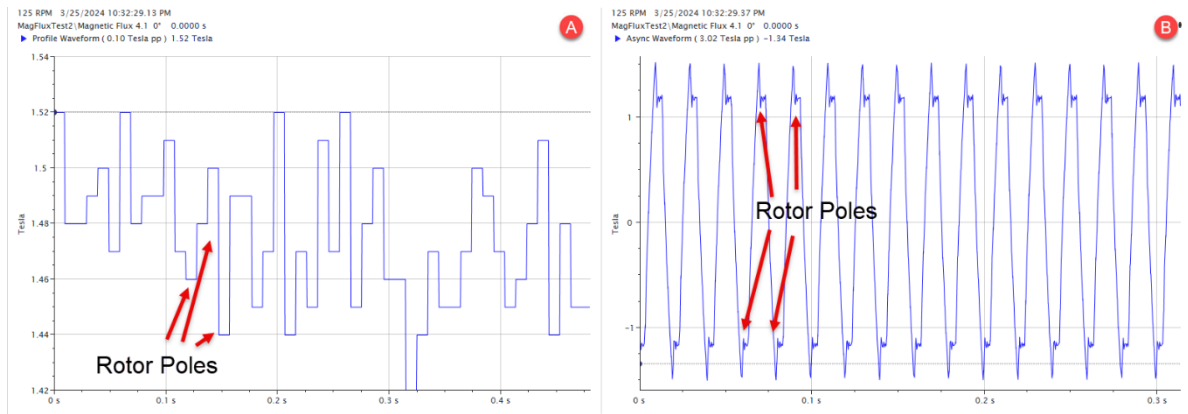

图 8-6) SETPOINT CMS 磁通量图
VC-8000 磁通量通道为 SETPOINT CMS 软件提供轮廓波形和异步波形。该数据用于轮廓时基图 (A) 和异步时基图 (B) (参见图 8-6) SETPOINT CMS 磁通量图)。